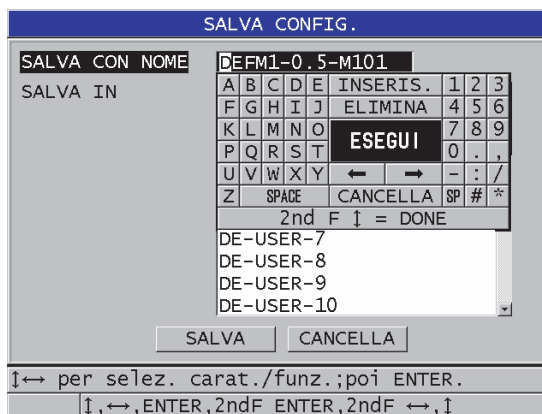

Figura 12-6 Salvataggio della configurazione
- b) Nella schermata **SALVA CONFIG.**, inserire il nome del file desiderato per la configurazione personalizzata (vedi Figura 12-6 a pagina 251).